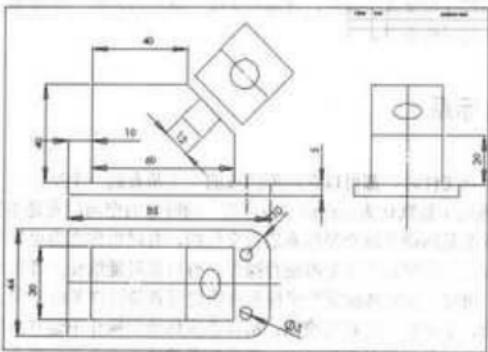

图 2-44 要导入的工程图
(1) 单击标准工具栏中的 \square (打开) 工具，在“打开”对话框的“文件类型”选项框中选择“DXF”或“DWG”格式，并在所选项目清单中选取要进行操作的工程图文件，如图 2-44 所示。
(2) 单击“打开”按钮，弹出“DXF/DWG 输入”对话框引导用户进行文件的输入。